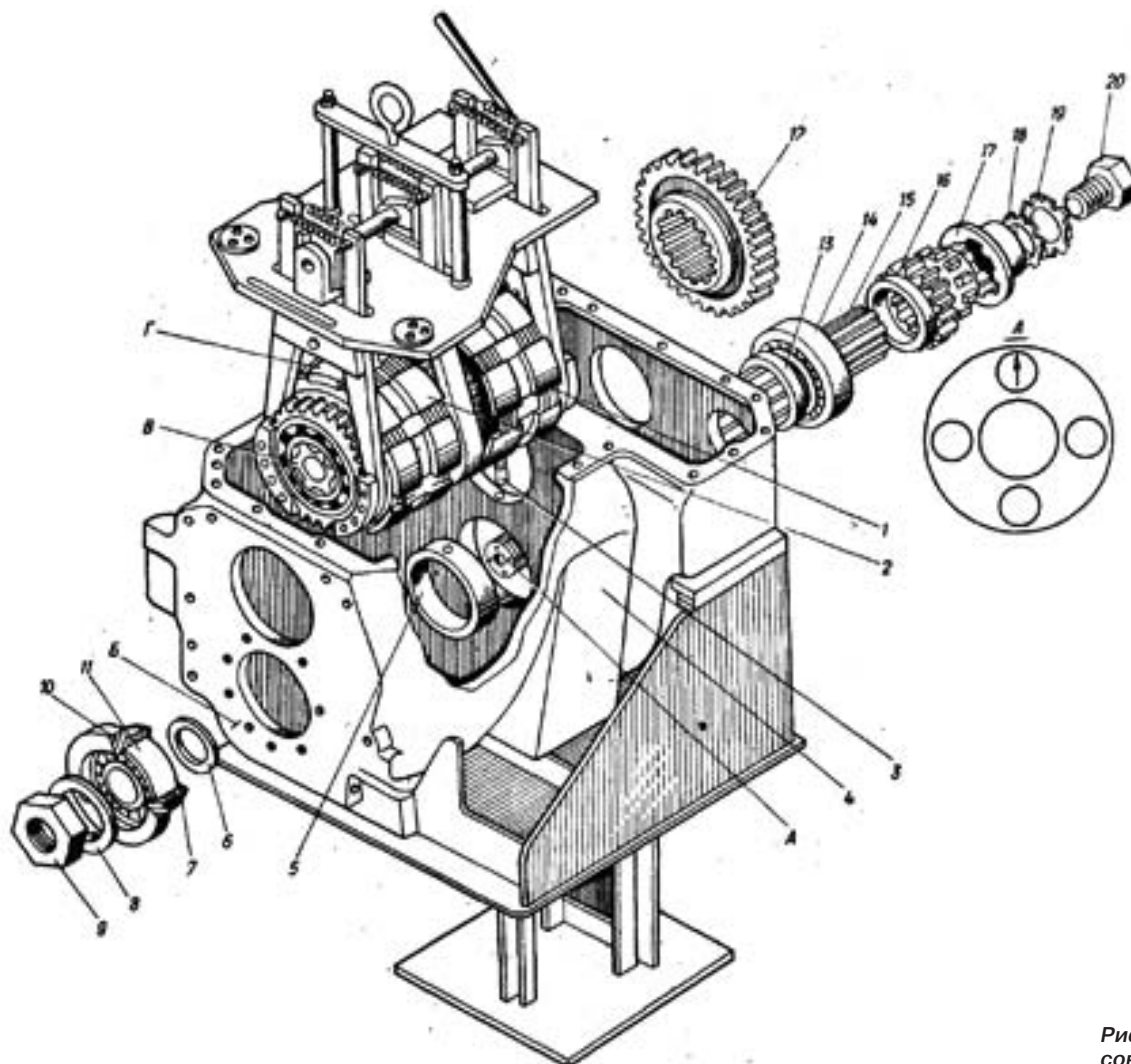

Рис. 2. Установка вторичного вала и гидроподжимных муфт:
Установите в корпус 4 (рис. 2) стакан 5.
На гидроподжимных муфтах совместить шлицы втулок и барабана, для чего можно воспользоваться оправкой эскиз которой приведен на рис. 3 или технологическим валом. Установить на стакан 5 (рис. 2) шайбу 151.37.223 (13), а затем гидроподжимную муфту 151.37.011 с шестерней $Z = 32$ внизу и двумя стрелками направленными по ходу трактора и расположенными наружу. Вторую гидроподжимную муфту ставят большей шестерней вниз и одной стрелкой совмещенной с двумя на первом барабане. После установки обеих гидроподжимных муфт проверьте совпадение шлицов барабанов и втулок.
личения зазора имеет сопряжение «поршневое кольцо - верхняя канавка поршня», для которого предельное состояние наступает при наработке 3000 м-ч и более в межремонтном и 4500 м-ч в доремонтном периоде. Зависимости зазоров ЦПГ и КШМ от наработки представлены на рис. 2.
Рис. 2. Динамика изменений зазоров основных соединений дизеля (1-доремонтные, 2-отремонтированные): а) кольцо - верхняя канавка поршня; б) гильза - поршень; в) вкладыш - шатунная шейка коленчатого вала.